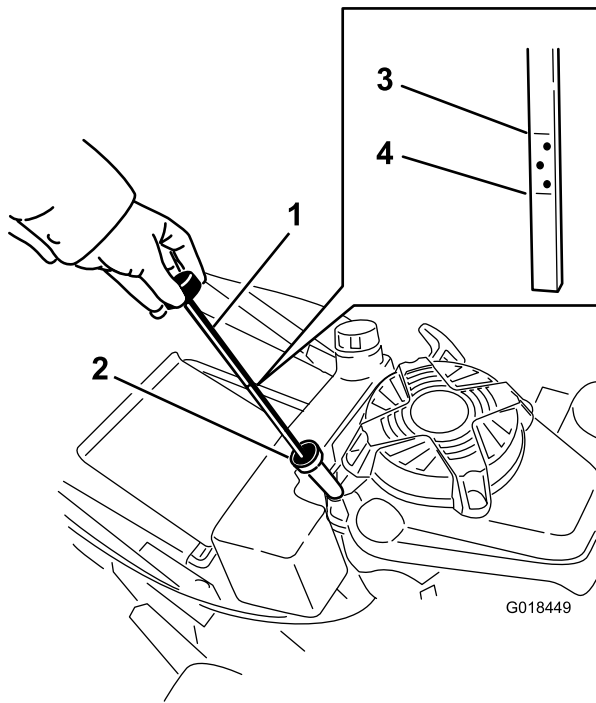

Figura 25
Nota: Si el cárter está vacío, vierta aproximadamente tres cuartas partes de la capacidad total de aceite del motor (con filtro de aceite) por el orificio de llenado (Figura 25), luego siga este procedimiento:
6. Retire la varilla y compruebe el nivel de aceite en la misma (Figura 25).